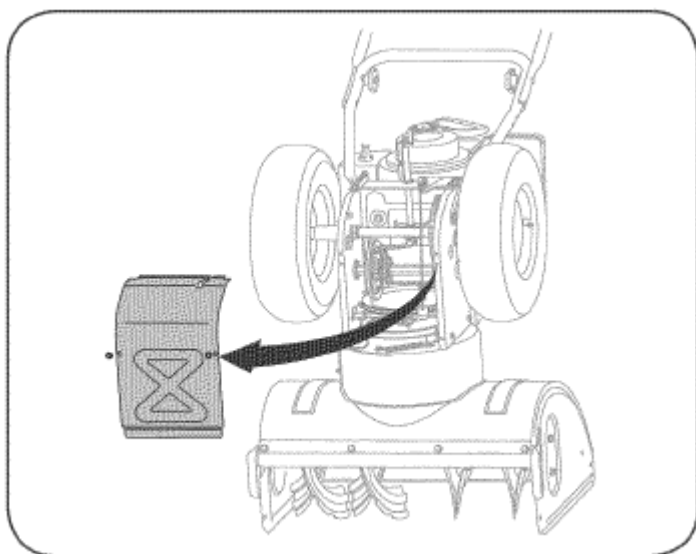

Рисунок 24
5. Снимите рамный защитный кожух с нижней части снегоочистителя, вывинтив четыре фиксирующих его самореза (см. рис. 24).